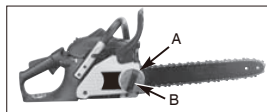

Fig. 4
- Maintenez la pointe du guide-chaîne vers le haut et tournez la bague de réglage de la chaîne (A) **DANS LE SENS DES AIGUILLES D'UNE MONTRE** pour augmenter la tension de la chaîne. Tournez la bague de la chaîne (A) **DANS LE SENS CONTRAIRE DES AIGUILLES D'UNE MONTRE** pour réduire la tension de la chaîne. Assurez-vous que la chaîne est correctement installée tout le long du guide-chaîne. (Fig. 4)
- Après le réglage, et tout en maintenant la pointe du guide-chaîne dans la position la plus haute, serrez fermement le bouton de retenue du guide-chaîne (B). La tension de la chaîne est correcte lorsque celle-ci est bien installée tout autour du guide-chaîne et peut être tirée à la main (protégée par un gant). (Fig. 4)